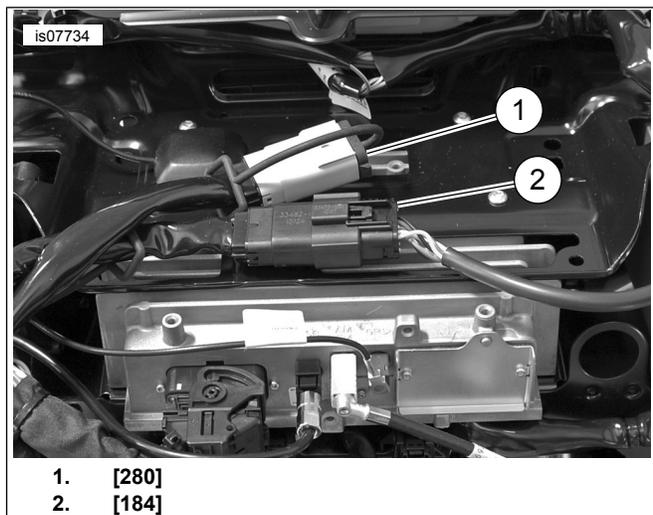

Figura 2. [280] y [184]
7. Consulte la Figura 2. Liberar los anclajes de los conectores [184] y [280] de la pieza de soporte de apoyo de la radio.